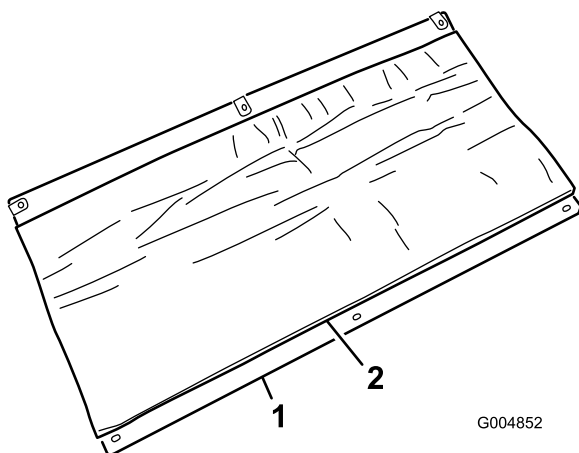

Figura 4
5. Retire el papel protector y fije la cara del material autoadhesivo del protector térmico al lado del motor del panel trasero, según se muestra en Figura 4. No vuelva a instalar el panel en este momento.